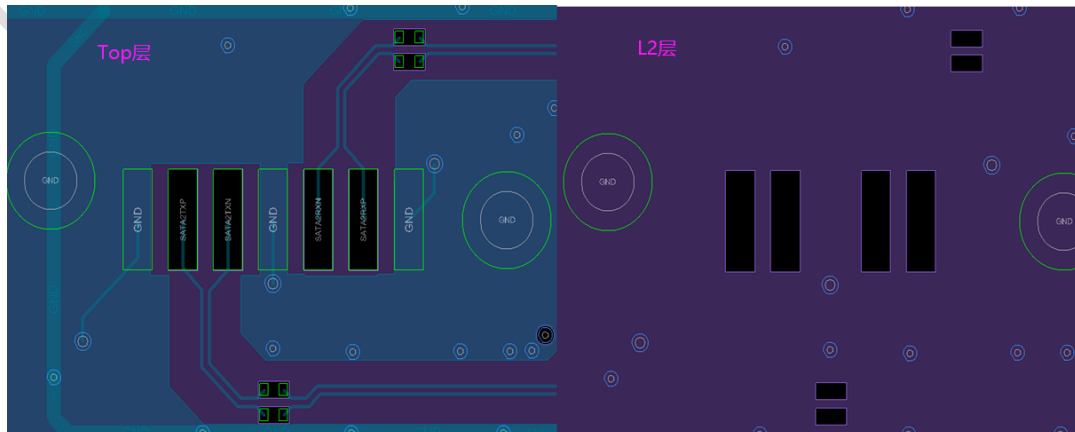

图 3 - 64 SATA座子的焊盘和AC耦合电容的焊盘的下方挖空示意图
- 如果有长距离走线，建议考虑一下PCB玻璃纤维编织效应，有条件的尽量避免长距离一个方向走线，建议修改成10度的旋转走线方式或折线，见图 3 - 63。